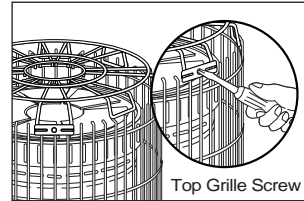

Fig.7
E) INSTALLING TOP GUARD:(Fig. 7)